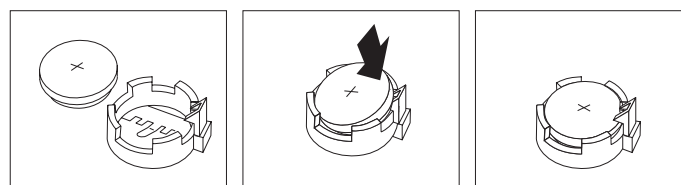

Рисунок 16. Установка батарейки
6. Установите новую батарейку. Смотрите рис. 16.